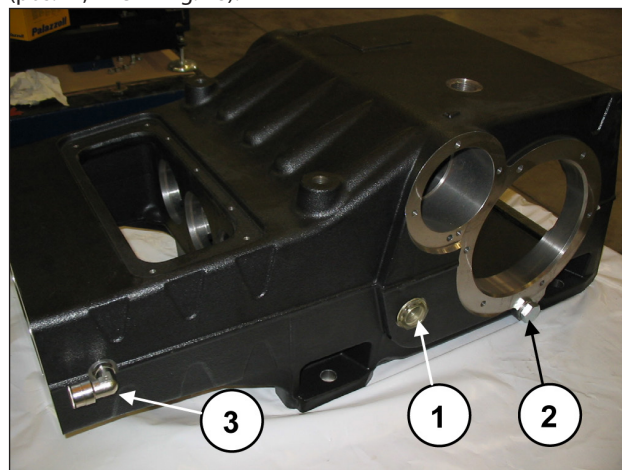

Fig. 48
Monte as duas vigias do nível do óleo, os dois tampões de descarga do óleo e a conexão com engate rápido de 90° (pos. ①, ② e ③ Fig. 48).